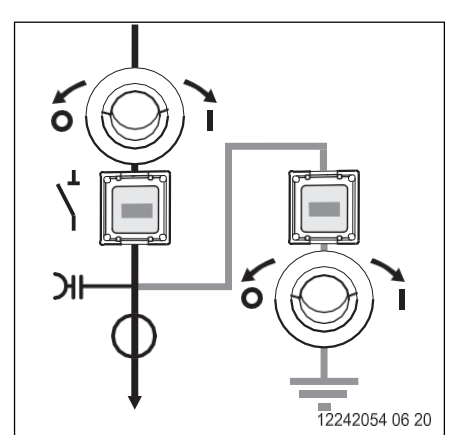

Fig. 59
**5** Poziția comutatorului cu secționatorul și comutatorul de legare la pământ dezactivate (Fig. 59).